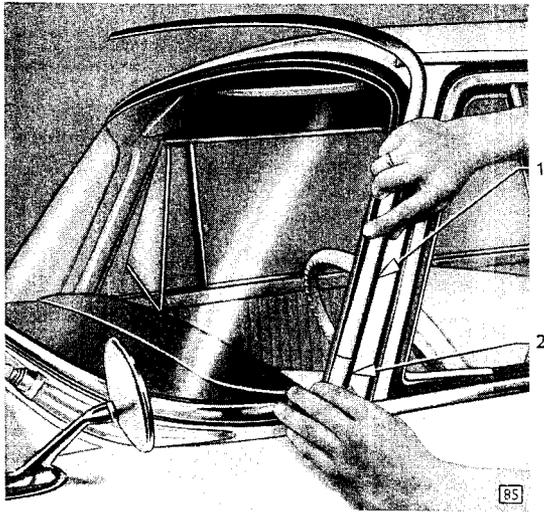

Bild 16 - Obere Zierleiste in Eckzierleiste einführen
15. Obere Zierleisten links und rechts in Eckzierleisten einsetzen (Bild 16).